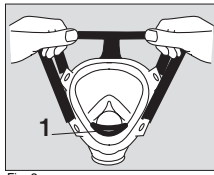

Fig. 3
- Ampliar el atalaje y colocar la barbilla en el barboquejo (fig. 3), centrar el atalaje en la cabeza. Asegurarse de que el atalaje no esté doblado.